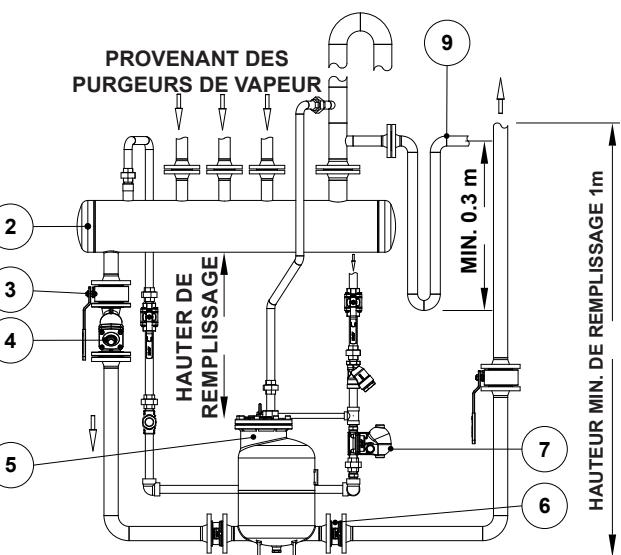

Fig. 1
4. Tête de remplissage disponible (voir Fig. 1) en mm ou toute autre dimension permettant de la déterminer.
La pompe transfère le condensat à haute température sans problème de cavitation. La conduite d'évacuation doit être libre et s'évacuer automatiquement vers le réservoir (Fig. 1).